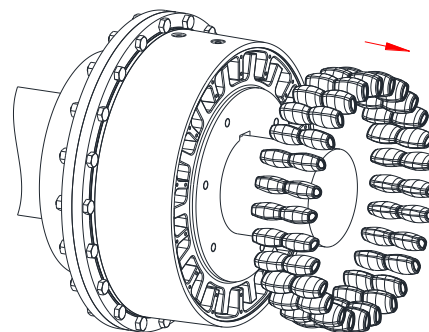

Fig. 24
- Retirez maintenant les rangées d'élastomères des cavités entre l'anneau de came et le moyeu (voir Figure 24).